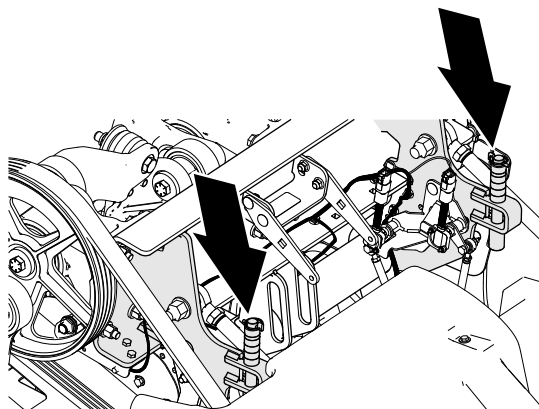
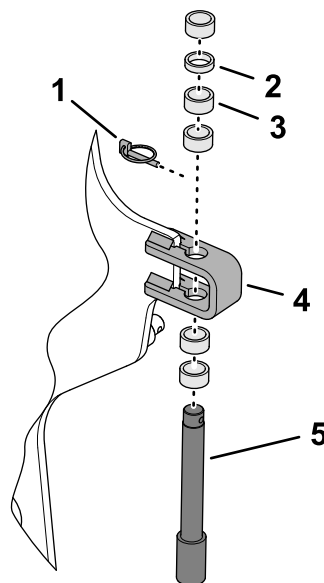

Figura 120
Figura 121
3. Scoatei tiftul de prindere care fixează tiftul de adâncime-oprire i distanrierile la suportul de oprire (Figura 120 i Figura 121).